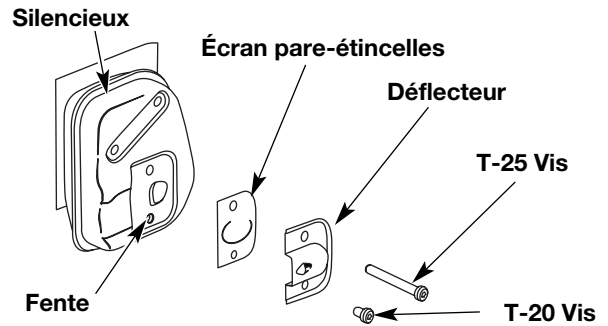

Fig. 39
2. Retirez la vis retenant le couvercle du pare-étincelles au silencieux à l'aide d'un tournevis à lame plate ou à mèche no. T-20 Torx (Fig. 39).